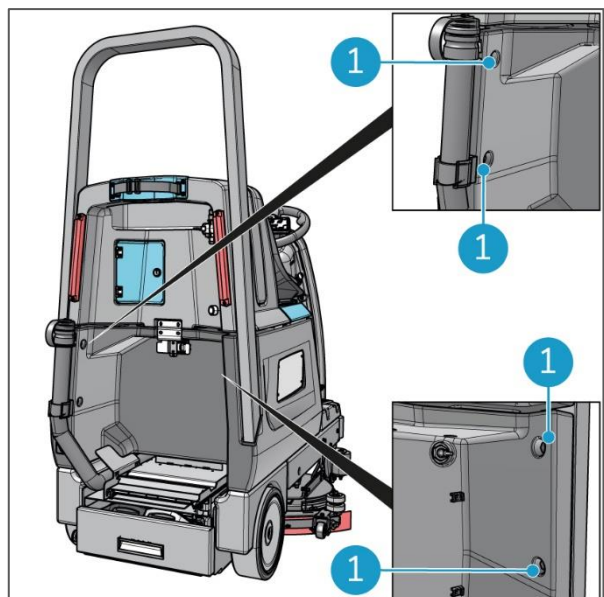

Figura 13
1. Posizionare la barra i-mop sul retro dell'i-drive (Figura 13).
2. Stringere i 4 bulloni (Figura 13, pos 1) (La coppia è di 15 Nm).